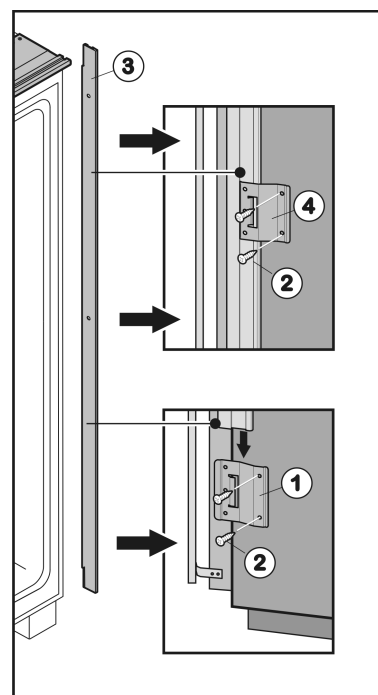
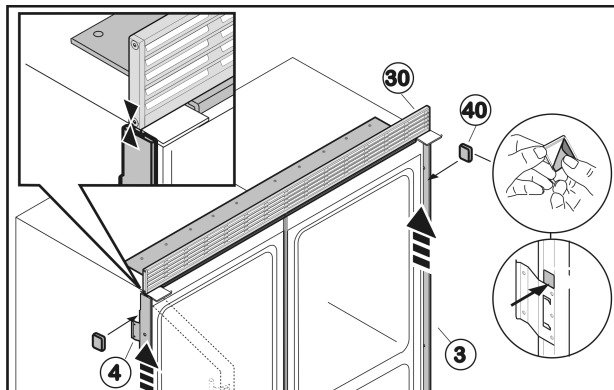

Fig. 41
Fig. 51
- Dévisser les têtes de fixation Fig. 41 (1,4) et enlever le rail Fig. 41 (3).
- Monter en-dessous du côté charnière la tête de fixation Fig. 41 (1) avec deux vis Fig. 41 (2) dans les trous pré-percés.
- Insérer le rail Fig. 41 (3) par le haut dans la tête de fixation Fig. 41 (1).
- Pousser la deuxième tête de fixation Fig. 41 (4) en partant du haut sur le rail et visser au centre sur la paroi latérale.
- Pousser la troisième tête de fixation Fig. 41 (4) en partant du haut sur le rail et visser en haut sur la paroi latérale.
- Enlever le ruban adhésif de la baguette d'encastrement Fig. 51 (3) latéral.
- Pousser la baguette d'encastrement Fig. 51 (3) vers le haut jusqu'à ce qu'elle touche la grille de ventilation Fig. 51 (30).
- Coller les pastilles adhésives Fig. 51 (40) au-dessus de la tôle de fixation Fig. 41 (1) et des tôles de fixation Fig. 51 (4) sur la baguette d'encastrement Fig. 51 (3) pour qu'elle ne puisse pas glisser vers le bas.